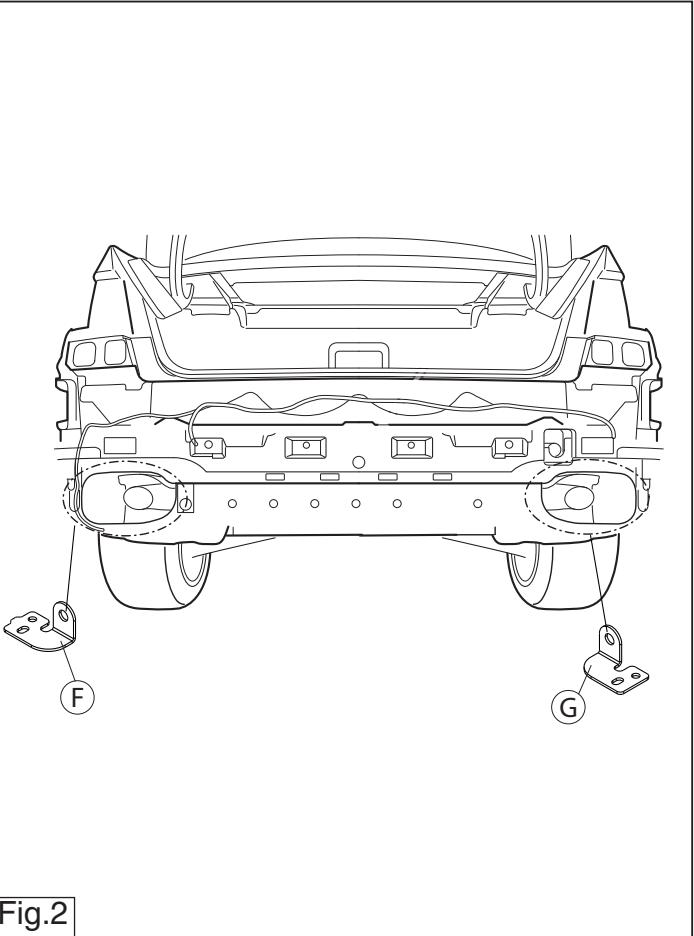

Fig.2
4. **Внимание:** у тех моделей, у которых были сняты кронштейны выхлопной трубы, поставить их снова на место, используя полосы F и G в точках Е. См. рисунок 2.